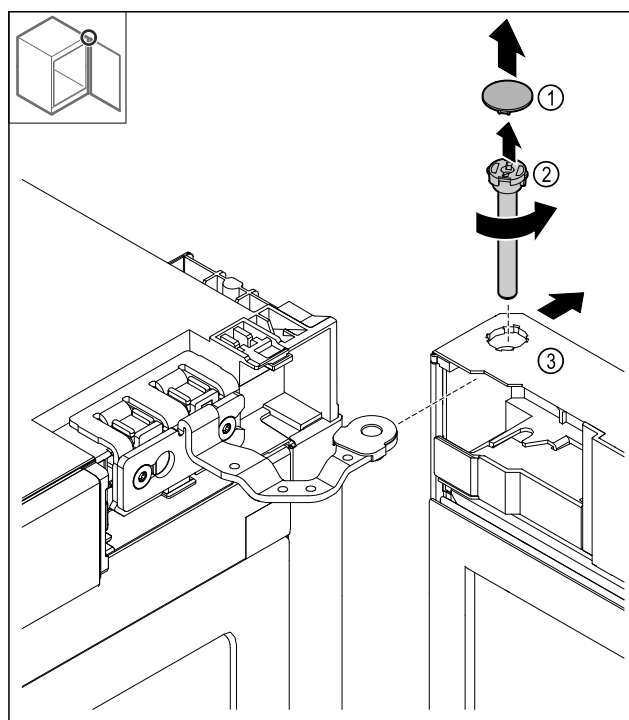

Fig. 12
- Ta av skyddet Fig. 12 (1).
- Skruva ut stiftet Fig. 12 (2) moturs och dra ut det.
- Tippa dörren Fig. 12 (3) något.